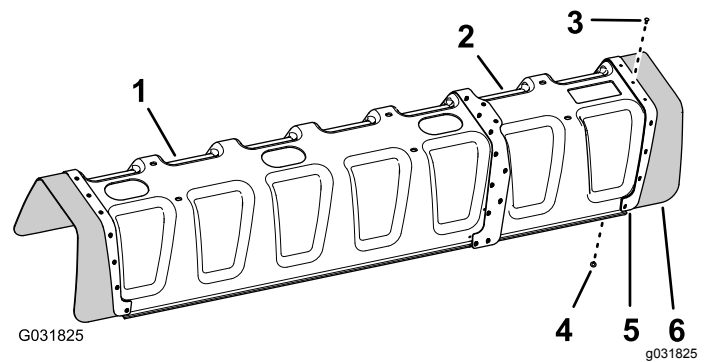

Bild 182
5. Fluchten Sie die Löcher in der Gummiabdeckung und der Verstärkungsplatte (eine Reihe), die Sie in Schritt 2 entfernt haben, mit den Löchern am Ende der Abdeckungsverlängerung aus (Bild 182).